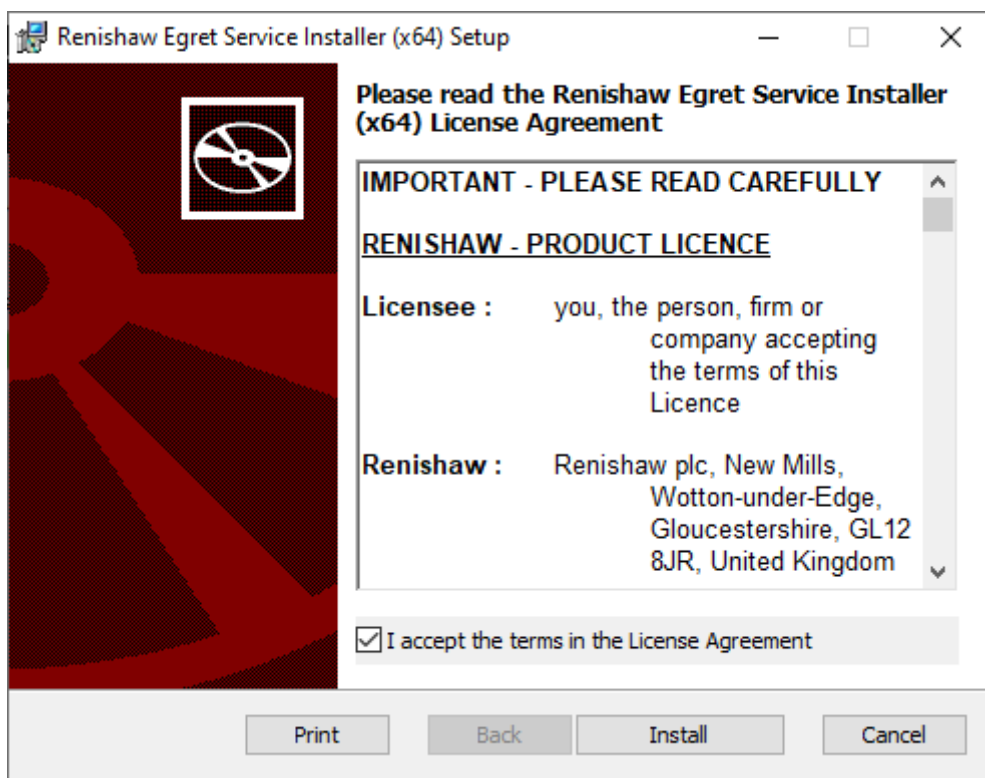

Figure 18 Programme d'installation Renishaw Egret Service
6. L'assistant d'installation Renishaw Egret Service s'affiche. Cochez **I accept** (J'accepte) et cliquez sur **Install** (Installer) (voir la Figure 18).